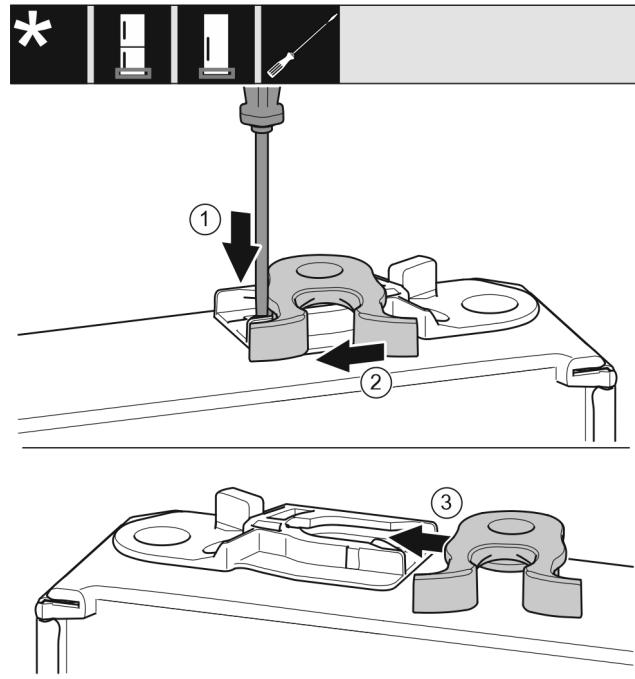

Fig. 23 \*
- ▶ 用带槽螺丝刀向下按住接片 Fig. 23 (1)。\*
- ▶ 将锁钩 Fig. 23 (2)从导向装置拉出。\*
- ▶ 将另一侧的锁钩 Fig. 23 (3)推入导向装置。\*